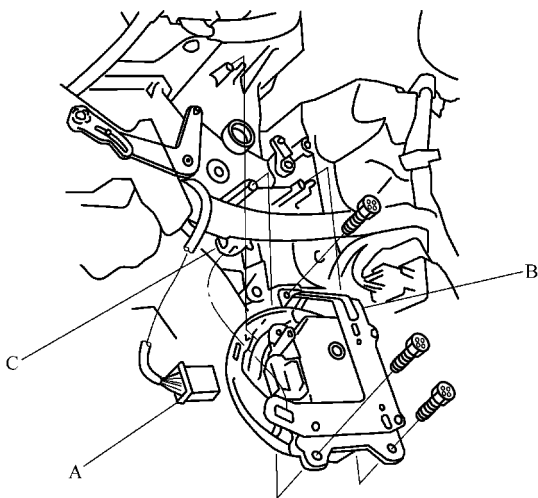

图 19-12 拆下乘客侧模式控制电动机
5) 如图 19-12 所示, 将 7 针连接器 A 从乘客侧模式控制电动机 B 上断开。从线束夹 C 上松开线束, 然后从加热器单元上拆下自攻螺钉和乘客侧模式控制电动机。